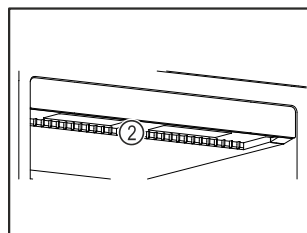

Fig. 11
- ❑ Не закрывайте вентиляционную щель Fig. 11 (2) вентилятора циркуляционного воздуха во внутренней камере.